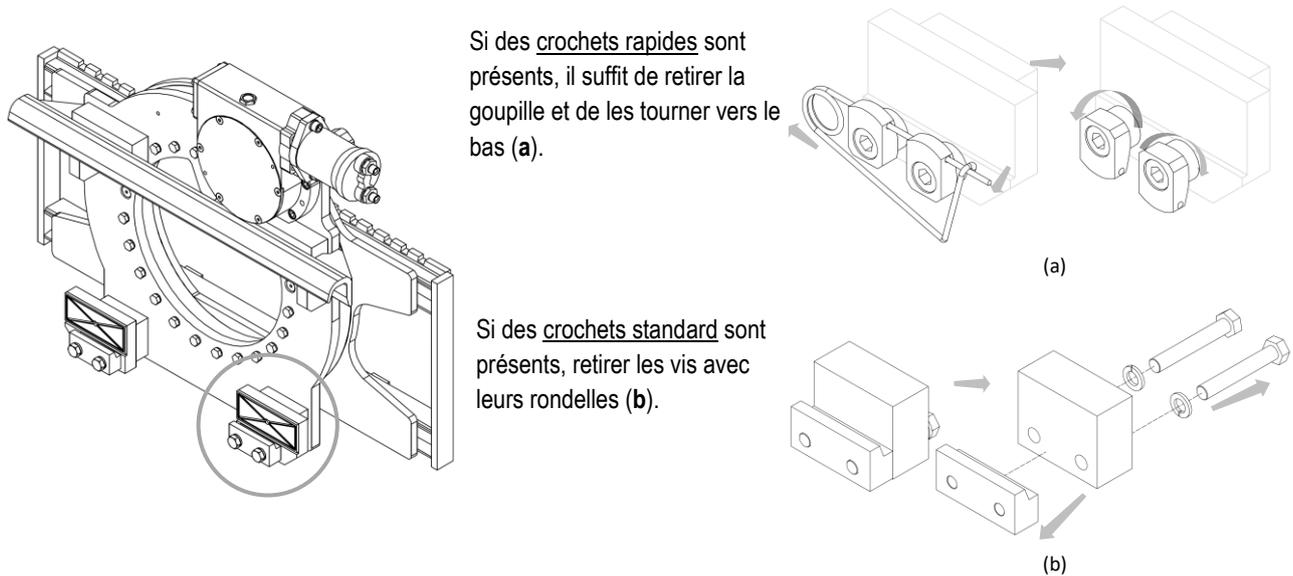

Figure 9
5. Retirer les crochets inférieurs de l'équipement et graisser les lardons de guidage (voir *Figure 9*).